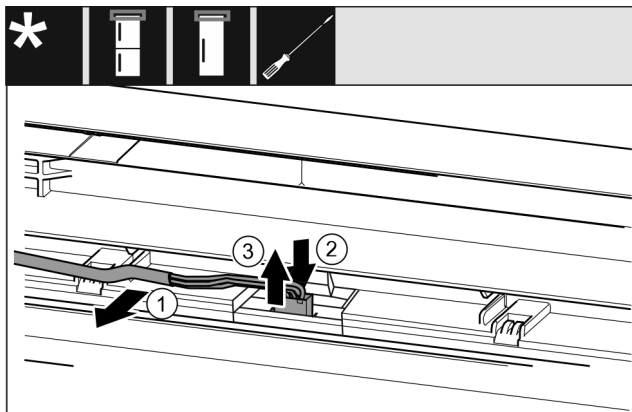

Fig. 20 Hladilno/zamrzovalne kombinacije / zamrzovalniki / hladilniki
- ▶ Previdno ločite kabel Fig. 20 (1) in vodilo v vratih.
- ▶ Potisnite spono Fig. 20 (2) za vtičem v smeri nazaj.
- ▶ Previdno izvlecite vtič Fig. 20 (3) v smeri navzgor.